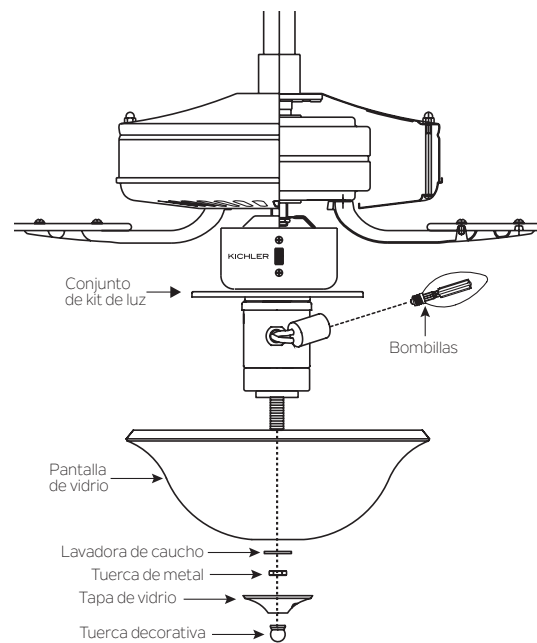

Fig. 3
- 1) Instale 3 bombillas LED de 4 vatios (incluidas). (Fig. 3)
- 2) Retire la tuerca decorativa, la tapa de vidrio, la tuerca metálica y la arandela de goma del juego de luces. Coloque una pantalla de vidrio sobre el vástago del kit de luz, asegúrelo con la arandela de goma, la tuerca de metal, la tapa de vidrio y la tuerca decorativa. No apriete demasiado. (Fig. 3)
- 3) Inserte la cadena de 2 tirones a través del ojal en la sombra y la tapa. (Fig. 3)